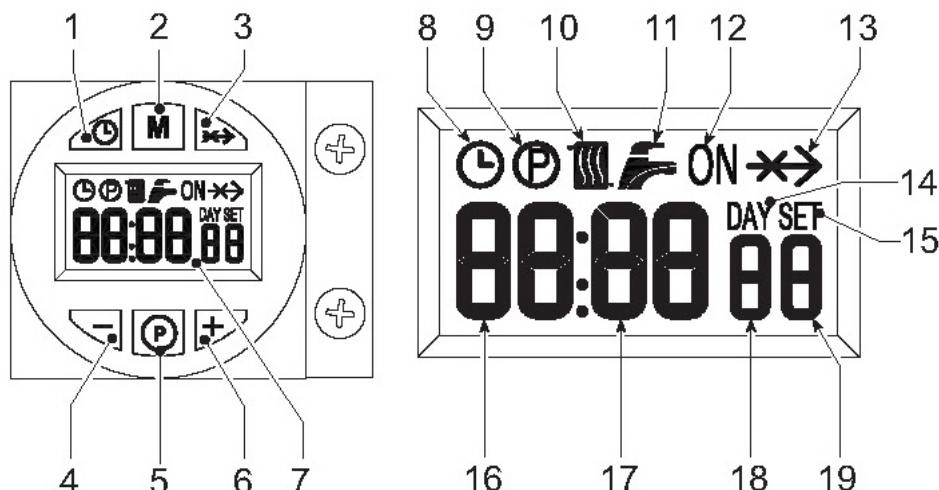

Fig.1 – Panel de mandos
| Ref. fig.1 | Modo A                                                                                                                                                                               | Modo C                   |
La orden de encendido (generada por el cierre del contacto en los bornes 7-8 – ver esquema eléctrico apartado 2.6 – en el funcionamiento con valores de fábrica) se indica por la activación del símbolo del radiador (10 - fig.1).
1. Pulsar la tecla de ajuste del día y la hora (1 - fig. 1).
2. En la pantalla ( 7 - fig.1) parpadean los iconos RELOJ y DÍA: introducir el día actual de la semana con las teclas + y - ( 4 y 6 - fig.1), considerando que 1=lunes y 7=domingo. Confirmar el día con la tecla de ajuste de día y hora ( 1 - fig.1).
3. En la pantalla ( 7 - fig.1) parpadean los dos dígitos de la HORA ACTUAL y el icono del RELOJ: introducir la hora actual con las teclas + y - ( 4 y 6 - fig.1), de 00 a 23. Confirmar la hora con la tecla de ajuste de día y hora ( 1 - fig.1).
4. En la pantalla ( 7 - fig.1) parpadean los dos dígitos de los MINUTOS ACTUALES y el icono del RELOJ: introducir los minutos exactos con las teclas + y - ( 4 y 6 - fig.1), de 00 a 59. Confirmar los minutos con la tecla de ajuste de día y hora ( 1 - fig.1).
El modo de funcionamiento se selecciona con la tecla ( 2 - fig.1).
1. Durante el funcionamiento automático, en la pantalla ( 7 - fig.1) aparece el icono RELOJ. La activación y desactivación del quemador dependen del programa semanal configurado. Durante la franja horaria de activación, en la pantalla ( 7 - fig.1) aparece también el icono ON.
2. Durante el funcionamiento Manual ON, en la pantalla ( 7 - fig.1) aparece solo el icono ON. El quemador está siempre encendido, comandado por la activación del termostato ambiente.
3. Durante el funcionamiento Manual OFF, en la pantalla ( 7 - fig.1) no aparece ni el icono ON ni el icono RELOJ. El quemador está apagado.
El programa semanal tiene tres franjas horarias de encendido (ON) y tres de apagado (OFF), iguales para todos los días de la semana. Durante la franja horaria de activación, en la pantalla ( 7 - fig.1) aparece el icono ON.
1. Pulsar la tecla de programación P ( 5 - fig.1).
2. Seleccionar el día que se desee programar con las teclas + y - ( 4 y 6 - fig.1):
3. Pulsar la tecla de programación P ( 5 - fig.1):
- Utilizar las teclas + y - ( 4 y 6 fig.1) para modificar el inicio de la primera franja horaria de encendido, por ejemplo 06:00. Pulsar la tecla de programación P ( 5- fig.1).
- Utilizar las teclas + y - ( 4 y 6 fig.1) para modificar el inicio de la primera franja horaria de apagado, por ejemplo 09:00. Pulsar la tecla de programación P ( 5- fig.1).
- Utilizar las teclas + y - ( 4 y 6 fig.1) para modificar el inicio de la segunda franja horaria de encendido, por ejemplo 12:30. Pulsar la tecla de programación P ( 5- fig.1).
- Utilizar las teclas + y - ( 4 y 6 fig.1) para modificar el inicio de la segunda franja horaria de apagado, por ejemplo 14:00. Pulsar la tecla de programación P ( 5- fig.1).
- Utilizar las teclas + y - ( 4 y 6 fig.1) para modificar el inicio de la tercera franja horaria de encendido, por ejemplo 16:00. Pulsar la tecla de programación P ( 5- fig.1).
- Utilizar las teclas + y - ( 4 y 6 fig.1) para modificar el inicio de la tercera franja horaria de apagado, por ejemplo 23:30. Pulsar la tecla de programación P ( 5- fig.1).
11. Pulsar la tecla de programación P ( 5 - fig.1) durante 3 segundos para salir de la programación.
Para acceder al menú Parámetros de funcionamiento, pulsar la tecla de programación M ( 2 - fig.1) durante 5 segundos. Se visualiza el parámetro u01, indicado por la expresión SET 01. Pulsar la tecla P ( 5 - fig.1) para desplazar la lista de parámetros.
Para modificar el valor de un parámetro, pulsar las teclas + y - ( 4 y 6 - fig.1): la modificación se guarda automáticamente. Tras modificar el parámetro, esperar 3 segundos: el dato parpadea y queda memorizado.